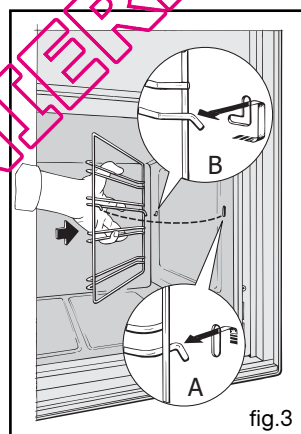
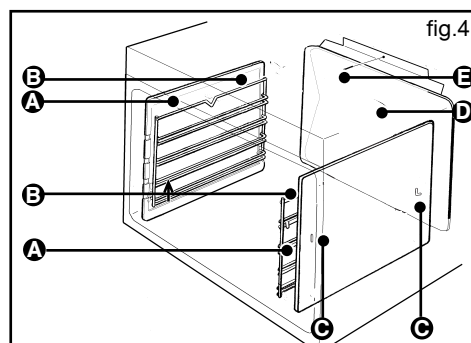

fig.3
fig.4
• Plat lèchefrite fig.3
• Plat sortant sur système coulissant fig.4
Décrochez le gradin fil (B Fig.4) à l'avant en le soulevant (schéma A Fig.3). Tirez vers soi l'ensemble du gradin, le soulever afin de décrocher l'attache de fixation arrière (schéma B Fig.3). Le sortir des 2 trous C Fig.4 de la paroi catalytique et du moufle du four. Retirez ensuite la paroi catalytique (A Fig.4). Remplacez les nouveaux éléments (parois et/ou gradins) en effectuant les opérations inverses.
Dévissez complètement la vis (E Fig.4) située en haut de la paroi du fond (D Fig.4). Inclinez la paroi vers l'avant afin de la retirer du moufle. Remplacez la nouvelle paroi en effectuant les opérations inverses.
Relâchez ensuite la manette, la flamme persiste (Fig.3).